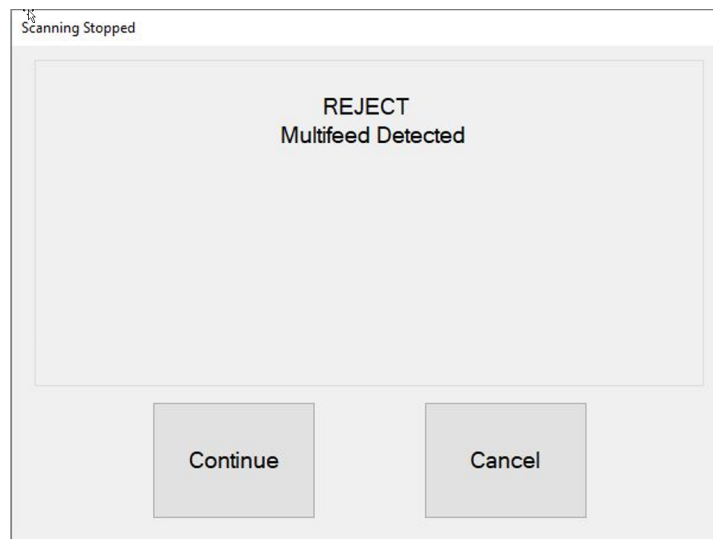

Abbildung 4-23: Ausschusszustand
1. Bei einem Ausschusszustand wird auf dem Laufbildschirm ein Fehler angezeigt (Abbildung 4-23), und der Scanvorgang wird automatisch gestoppt.